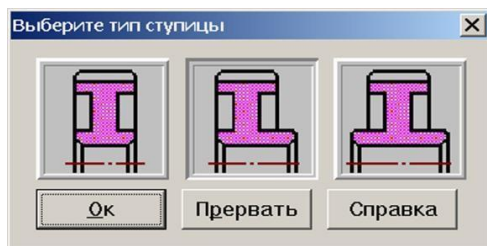

Рис. 4
**Выбор типа ступицы.** Двойной щелчок левой кнопкой мыши в области изображения колеса (меню *Данные / Исполнение...*) вызывает открытие диалогового окна «Выберите тип ступицы» (рис. 4). Тип ступицы зубчатого колеса выбираем щелчком на одной из трех кнопок этого окна.